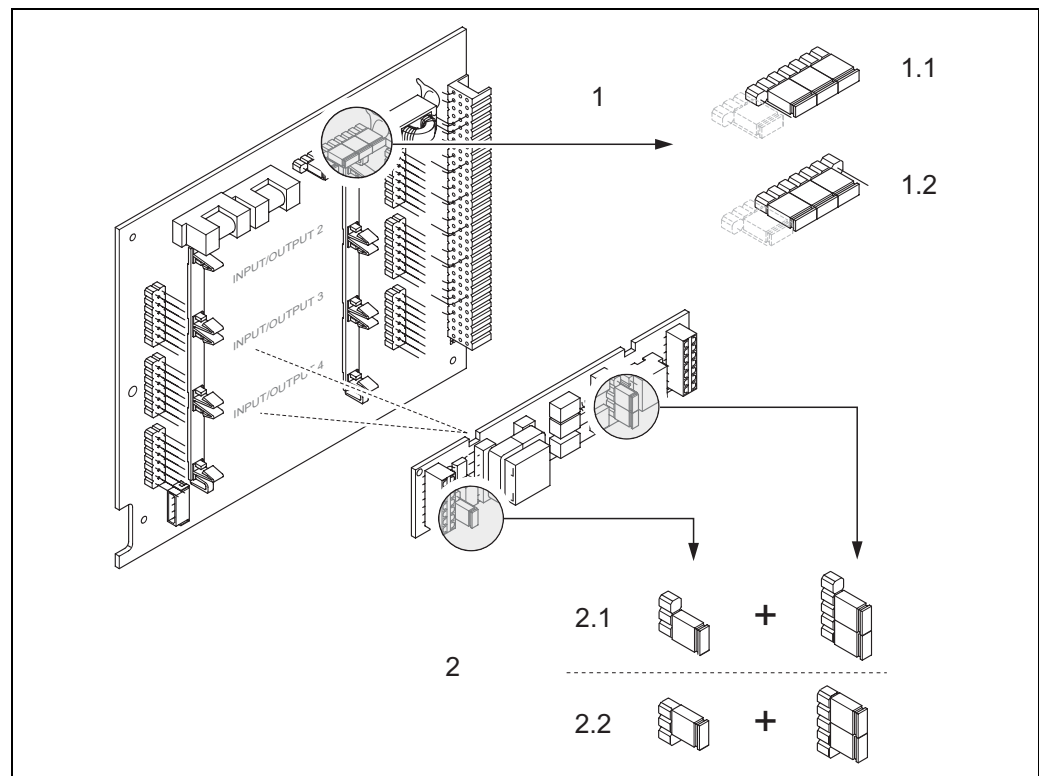

Fig. 32: Configurare le uscite in corrente mediante i ponticelli (scheda di I/O)
3. Impostare i ponticelli → Fig. 32